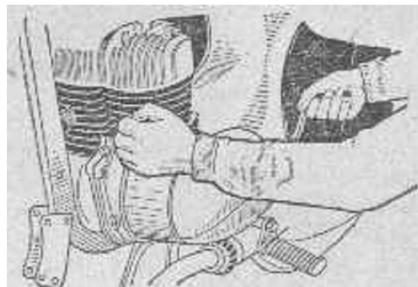

Рис. 13. Снятие двигателя
15. Заходят с левой стороны мотоцикла, взявшись правой рукой за педаль переключения передач, повернутый вертикально, а левой за выпускной патрубок цилиндра, слегка выдвигают двигатель вперед и влево из рамы (рис. 13). Затем берутся левой рукой за правый выпускной патрубок и вынимают двигатель. При этом необходимо помнить, что масса двигателя ЯВА-350 составляет 45 кг.